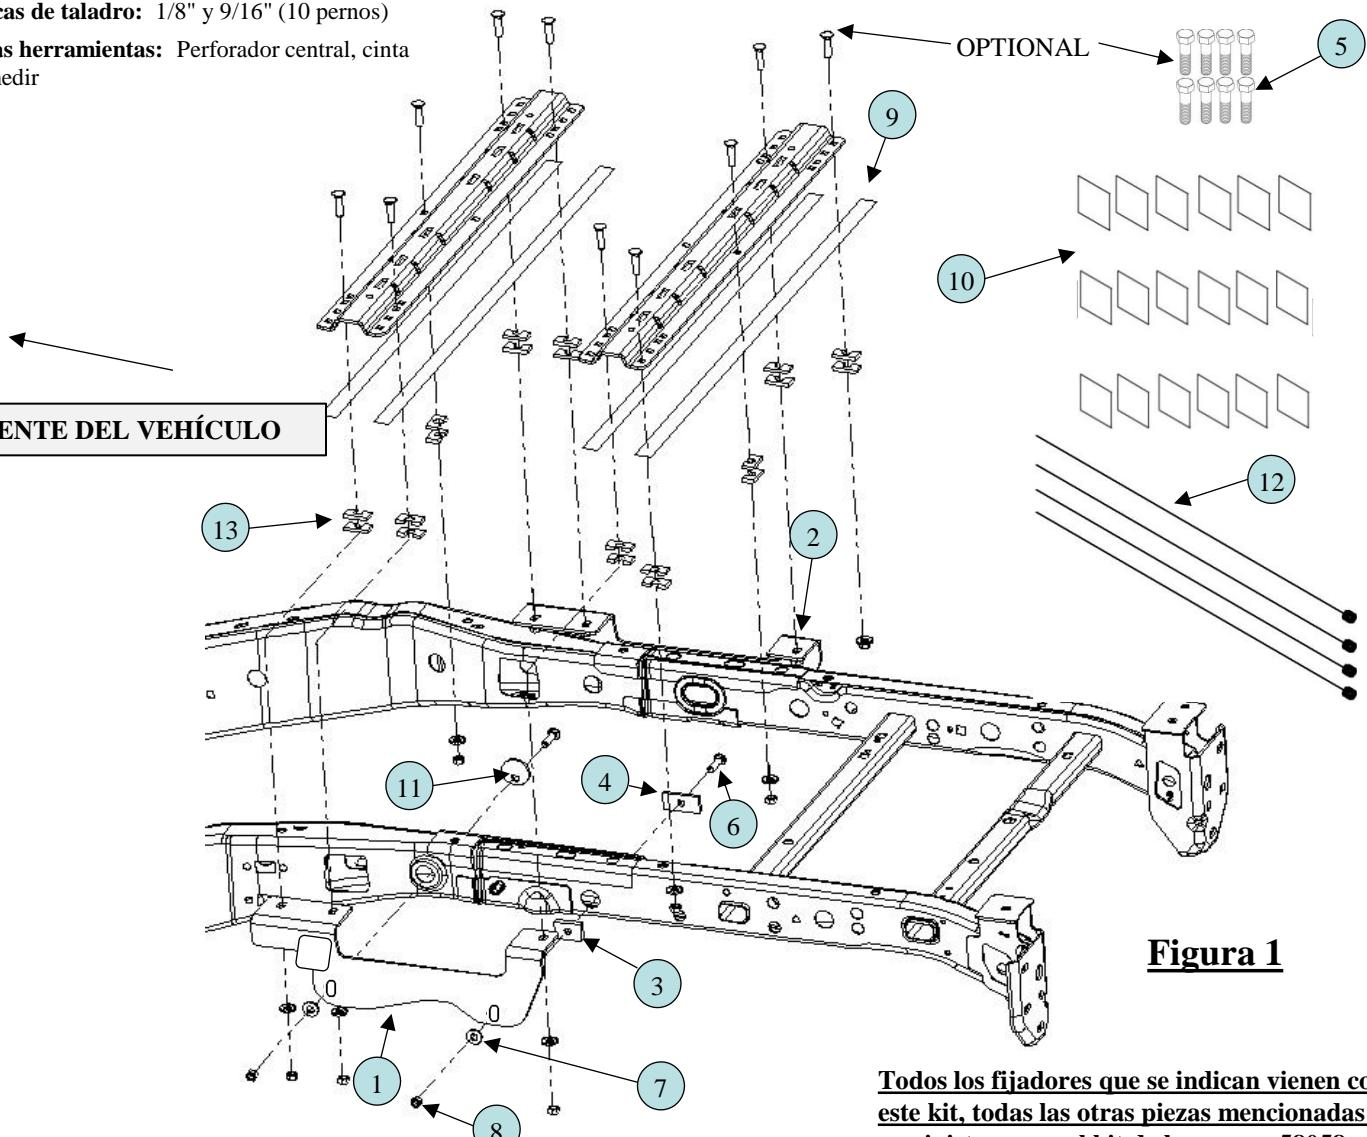

Figura 1
2. Colocar las tiras aislantes galvánicas (9) en la superficie inferior del larguero para proteger la cama de aluminio del vehículo como se muestra en la Figura 1.
5. Sin apretar instalar los soportes del bastidor (1) y (2) usando las piezas apropiadas y apretar a mano. (Ver Figura 1).
- Empezando con el orificio de montaje posterior primero, introducir el alambre de insertar enrollado (12) a través del orificio de montaje de 1" de diámetro en el lado del bastidor del vehículo y hacia afuera a través del orificio de acceso de 1-1/2" de diámetro en el interior del bastidor.
- Deslizar el bloque (4) sobre el extremo enrollado del alambre de insertar e instalar el perno de carroaje de 1/2" x 2" (6).
- Con el otro extremo del alambre de insertar (12), inserte a través del 1/2" bloque de espesor (3) luego a través de la parte posterior del soporte del bastidor (1) y (2) y suavemente halar el extremo del alambre de insertar (12) de manera que las piezas se muevan a través del bastidor y hacia su posición en el soporte del bastidor.
- Instalar la arandela cónica de 1/2" (7) y la tuerca de 1/2" (8) y apretar a mano.
- Para el orificio de montaje delantero, insertar el extremo enrollado del alambre de insertar (12) a través del orificio de montaje de 1-1/2" de diámetro en el costado del bastidor del vehículo y hacia afuera a través del orificio ovalado grande en el interior del bastidor.
- Deslizar el bloque circular (11) sobre el extremo enrollado de la guía de pernos e instalar el perno de carroaje de 1/2" x 2" (6).
Nota: Es importante que el orificio cuadrado en el bloque de circular (11) encaje en la parte inferior del orificio de montaje en el bastidor como se muestra en la Figura 1. El bloque circular (11) debe encajar al interior del repujado en el bastidor del vehículo.
- Con el otro extremo del alambre de insertar (12), insertarlo a través de la parte posterior del soporte del bastidor (1) y (2) y suavemente halar el extremo del alambre de insertar (12) de manera que las piezas se muevan a través del bastidor y hacia su posición en el soporte del bastidor.
6. Revisar que los orificios perforados de 1/8" en el paso 4 se alineen con las ranuras del soporte del bastidor (1) y (2).